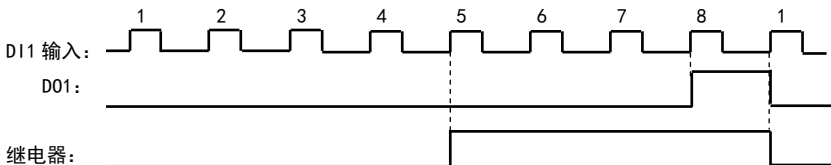

图 6-10 设定计数次数与指定计数次数示意图
- 设定计数次数是指从 DI1 输入多少个脉冲时, 被编程为“设定计数值到达”功能的输出端子 (D01 端子或继电器) 输出一个计数宽度的脉冲。计数值到达“设定次数”后, 计数重新开始。如图 6-10 所示: 若 F313=1、F314=8, F301=8, 当 DI1 输入第 8 个脉冲时, D01 输出一个指示信号。
如图 6-10 所示: 若 F313=1、F314=8, F315=5, F300=9, 当 DI1 输入第 5 个脉冲时, 继电器输出一个指示信号, 直到“设定计数次数 8”到达为止。